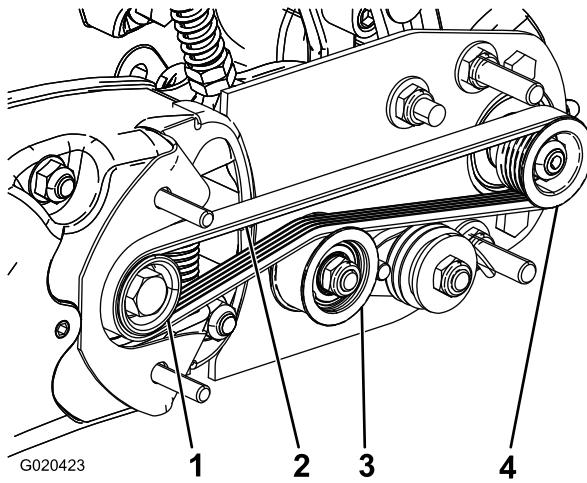

図 24
A. 駆動プーリにベルトを掛け、次に、アイドラップーリの上部に掛ける図 24。
- B. 受動 プーリからベルトを掛け始める図 24。